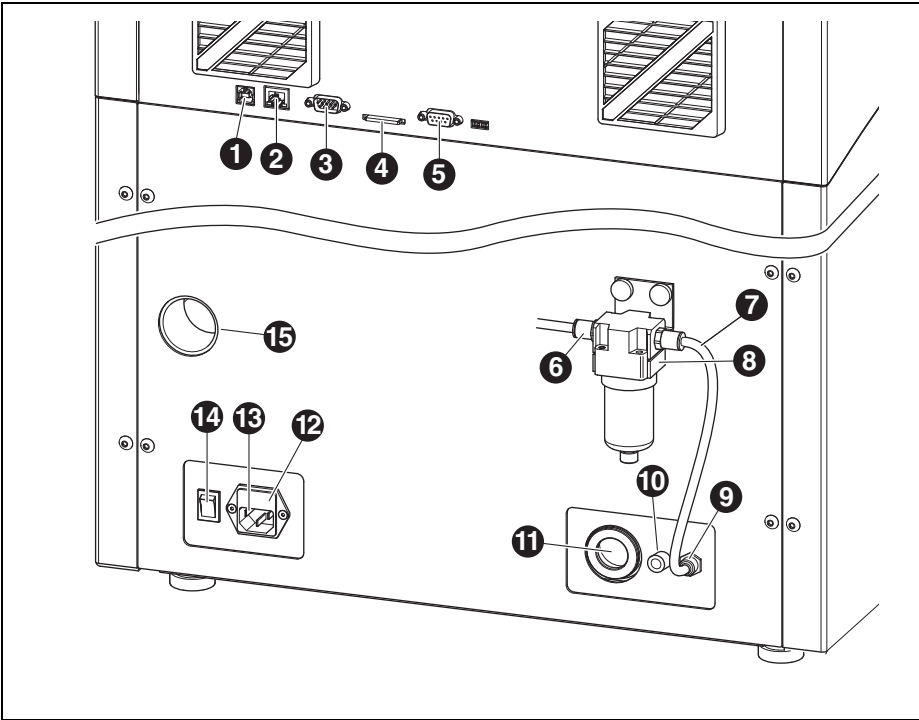

Bild 2 Geräteübersicht Rückseite
- ▷ Die Schublade ([11] in Bild 2 auf Seite 9) unterhalb des Netzsteckers herausziehen.